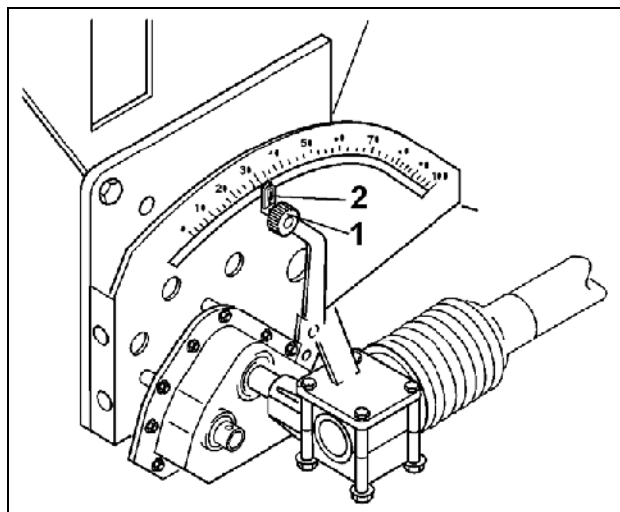

Рис. 82
- Отсоедините фиксатор (Рис. 82
- Указатель рычага редуктора (Рис. 82
- Затяните фиксатор (Рис. 82